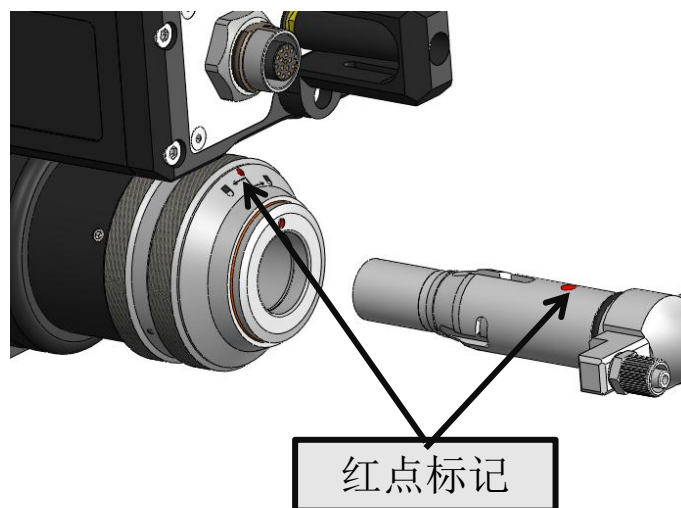

图2.1
- ④ 光纤头上红点对准QBH连接器的红点，慢慢将光纤头插入QBH连接器中，如下图2.1所示：